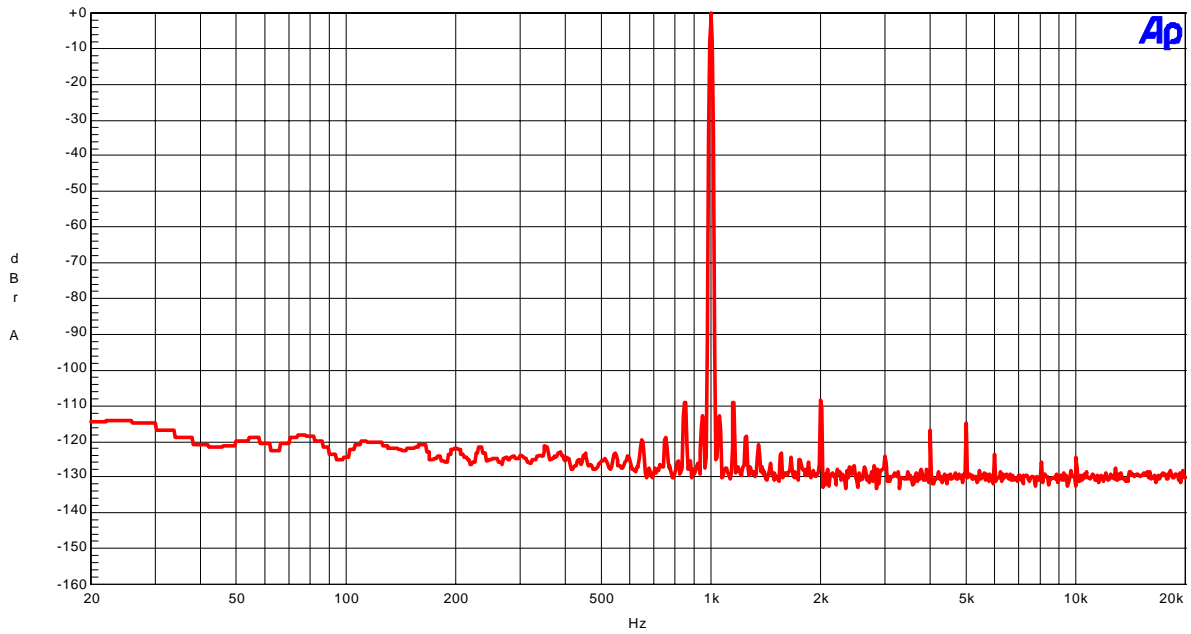

Figure 1-6. FFT (1kHz, 0dBFS)
- Figure 1-6. FFT (1kHz, 0dBFS)